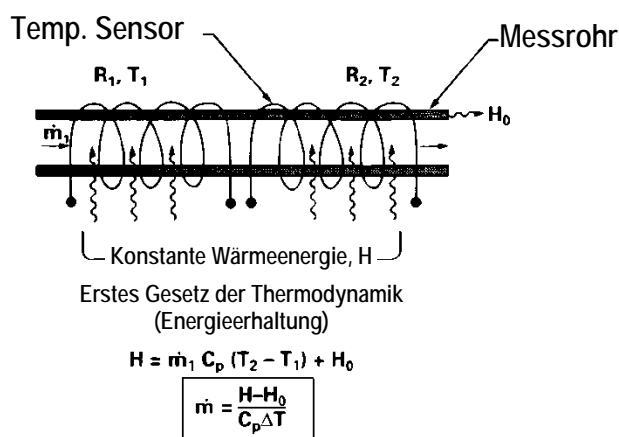
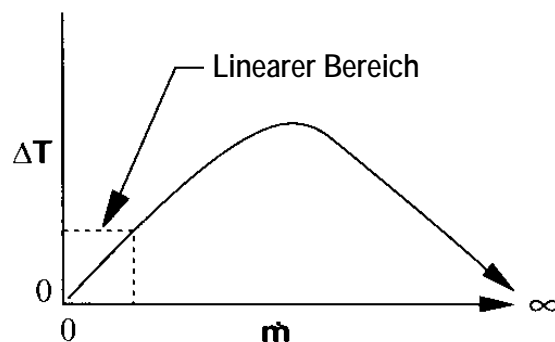

Abb. 1.2 Messprinzip
Abb. 1.4 Der lineare Bereich des Messwertempfängerausgangssignals
Die Abb. 1.2 und 1.3 zeigen den Massedurchfluss durch den Sensor, der sich umgekehrt proportional zur Temperaturdifferenz der Spulen verhält. Die Spulen sind Teil einer Brückenschaltung, die eine direkt proportionale Ausgangsspannung zum Unterschied der Spulenwiderstände erzeugt. Das Ergebnis ist die Temperaturdifferenz (ΔT). Zwei weitere Parameter, der Wärmeeintrag (H) und die spezifischen Wärmekoeffizienten (C_p) sind Konstanten. Durch ein sorgfältiges Design und Ermittlung dieser Parameter ergibt sich ein linearer Ausgangswert über den Messbereich des Messwertempfängers. (Abb. 1.4). Das Ergebnis des gemessenen Gases durch das Messrohr ist direkt proportional zum Gasdurchsatz des Hauptstromes.